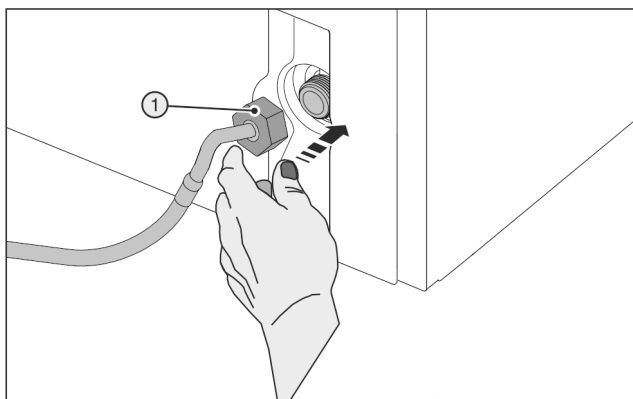

Fig. 28
- ▶ Atașați cu atenție piulița Fig. 28 (1) și înșurubați-o drept pe filet.
- ▶ Aplicați piulița Fig. 28 (1) cu atenție și înșurubați-o drept pe filet cu două degete, până la obținerea unei poziții fixe.
- ▶ Utilizați unealta auxiliară (5) numai la temperatura camerei.
- ▶ Strângeți piulița Fig. 28 (1) în sens orar cu unealta auxiliară (5), până când se atinge cuplul maxim și unealta auxiliară (5) se rotește în gol.